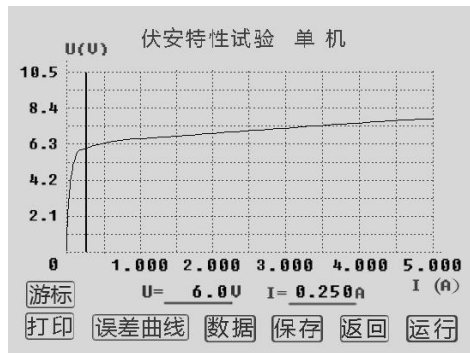

图 15 伏安特性试验结果游标操作界面
1) 游标：通过旋转鼠标将光标移动至游标选项并按下，即可通过左旋或者右旋鼠标来显示当前点的电压、电流值（如图 15）。要退出“游标”功能，再按一次旋转鼠标即可。